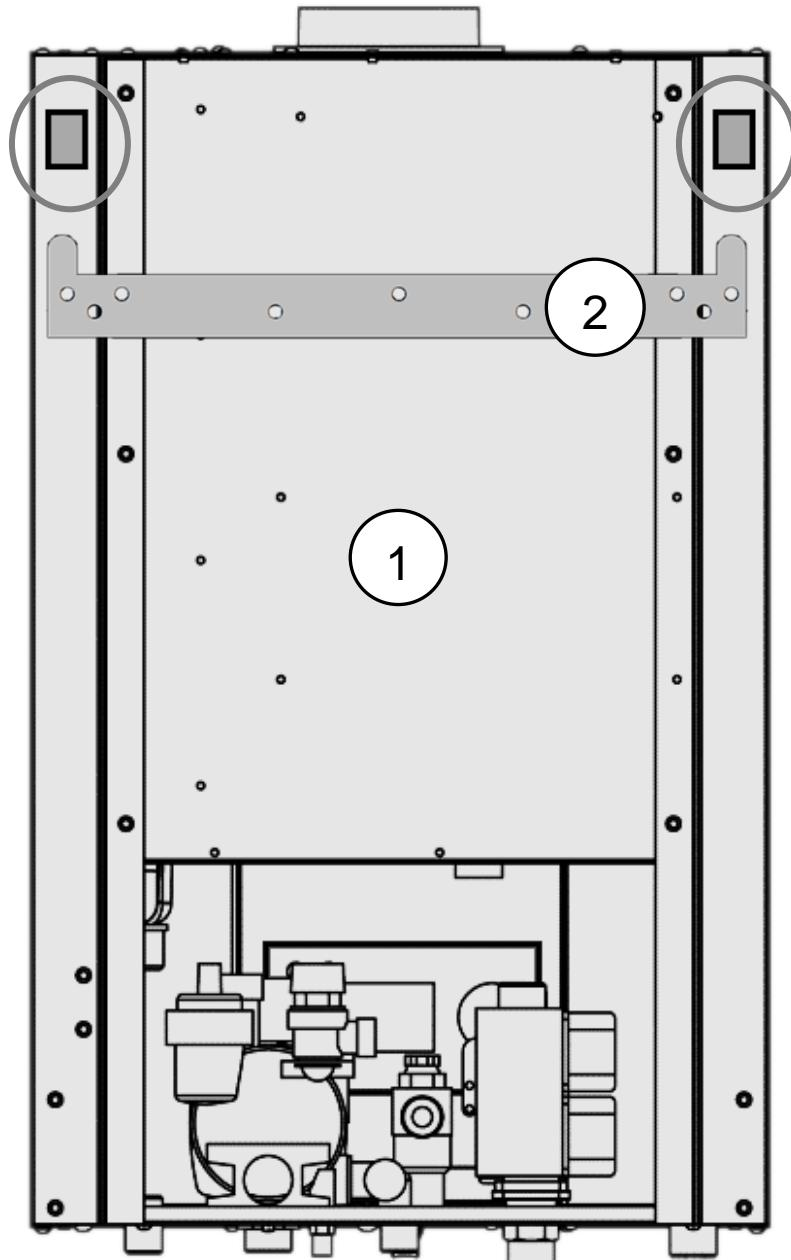

Рис. 13 Монтажные отверстия котла
- После крепления монтажной планки (кронштейна) на стене (несущей поверхности) навесить котел монтажными отверстиями на крюки монтажной планки (См. Рис.13).